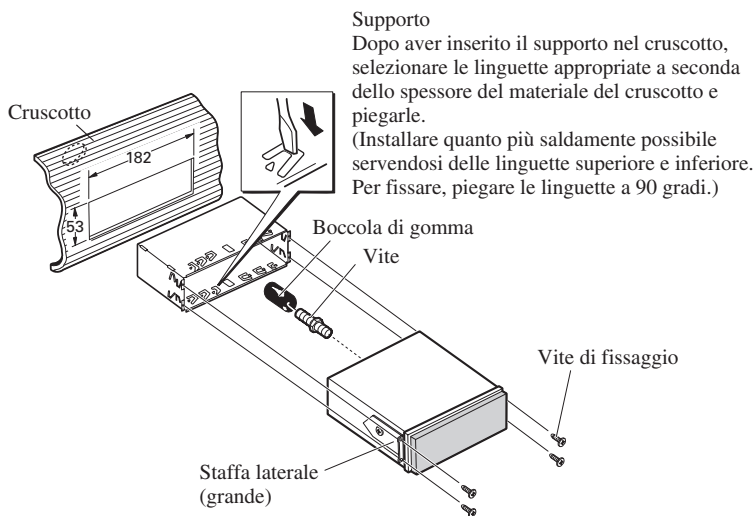

Fig. 9
3. Fissaggio dell'unità. (Fig. 9)